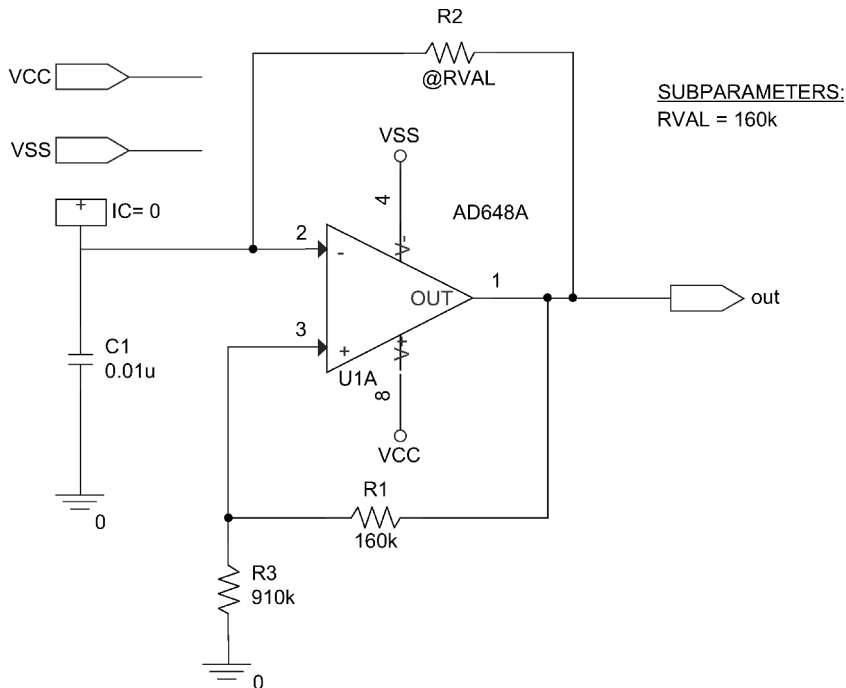

图 20.34 设置 R2 为层电路参数
1. 按照如图 20.34 所示修改 osc125Hz 电路。子参数元器件选自 special 元器件库。
- 如图 20.34 所示，在原理图中输入 @ RVAL 替换 R2 的参数值。